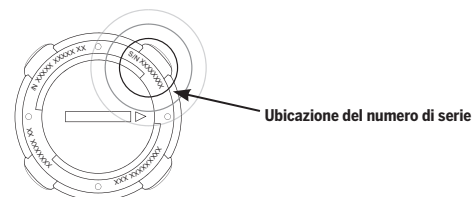

Figura 2: posizione del numero di serie del controller InfoKey
1. Identificare un numero che inizia per S/N lungo il perimetro della cassa posteriore del controller InfoKey (sotto l'anello della mascherina, vedere la **Figura 2**).